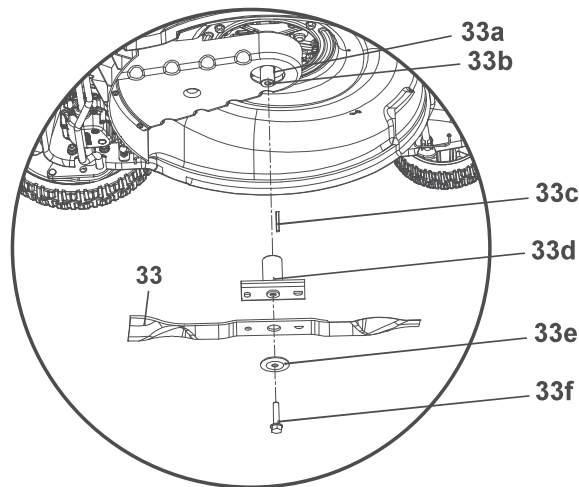

Fig. 28
**NOTA:** Recomendamos vivamente elevar o produto com um macaco para inspecionar ou trabalhar no dispositivo de corte (33). Evite inclinar o produto para evitar fugas de combustível e óleo.
1. Mantenha o fundo e o dispositivo de corte (33) limpos e sem detritos. Remova a relva cortada da conduta de descarga traseira (32).
2. Verifique periodicamente todos os parafusos e porcas quanto a aperto antes do funcionamento. Após utilização prolongada, especialmente em condições de solo arenoso, o dispositivo de corte (33) fica gasto e perde parcialmente a forma original. A eficácia do corte fica reduzida e o dispositivo de corte deve ser substituído.
3. Mantenha o dispositivo de corte (33) afiado para garantir um bom desempenho de corte. Substitua o dispositivo de corte gasto ou danificado por um novo do mesmo tipo, ou mande um especialista qualificado afiá-lo.
4. Se não for possível levantar o produto com o macaco, incline-o para o lado direito, de forma a que o lado da tampa do depósito de combustível (10) fique voltado para cima. Isto ajuda a evitar fugas de combustível e arranques mais difíceis devido a afogamento do carburador (16).
5. Desaperte o parafuso sextavado (33f) no sentido contrário ao dos ponteiros do relógio utilizando uma chave adequada (tamanho 17 mm) e retire-o juntamente com a anilha (33e), o dispositivo de corte (33), o suporte da lâmina (33d) e o pino (33c) do eixo (33b) (Fig. 28).
6. Substitua o dispositivo de corte (33) por um novo do mesmo tipo. Deslize o pino (33c) para a ranhura no eixo (33b) e, em seguida, volte a colocar o suporte da lâmina (33d), certifique-se de que o suporte da lâmina (33d) passa através do espigão (33a) e do pino (33c) até à extremidade do eixo (33b). Verifique o estado da flange no suporte da lâmina (33d) e, em seguida, fixe o dispositivo de corte (33) corretamente e fixe-o com a anilha (33e) e o parafuso sextavado (33f). Aperte o parafuso sextavado no sentido dos ponteiros do relógio com 45-60 Nm para garantir o funcionamento seguro do produto (Fig. 28).
**PERIGO!** Se o dispositivo de corte (33) não for apertado com o binário adequado, pode soltar-se e ser projetado do produto e ferir gravemente ou matar o operador ou outras pessoas.
**NOTA:** substitua este dispositivo de corte (33) após 50 horas de corte de relva ou ao fim de 2 anos, consoante o que ocorrer mais cedo, independentemente do estado em que se encontre. Se o dispositivo de corte estiver rachado ou danificado, substitua-o imediatamente por um novo.
7. Lubrifique o dispositivo de corte (33) após cada utilização para prolongar a vida útil do dispositivo e do próprio produto. Aplique óleo/massa de lubrificação ao longo da extremidade do dispositivo de corte (33).